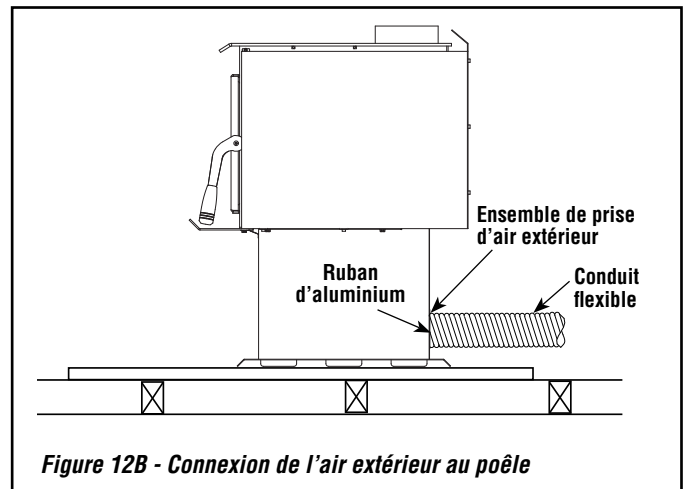

Figure 12B - Connexion de l'air extérieur au poêle
- Faites une ouverture de 4-1/4 po. (110 mm) dans le mur extérieur de la maison à l'emplacement choisi. De l'extérieur, placez le registre d'air dans l'ouverture (les persiennes ouvertes vers le bas) et fixez le registre au mur avec les vis tel que montré (voir figures 12B and 13).